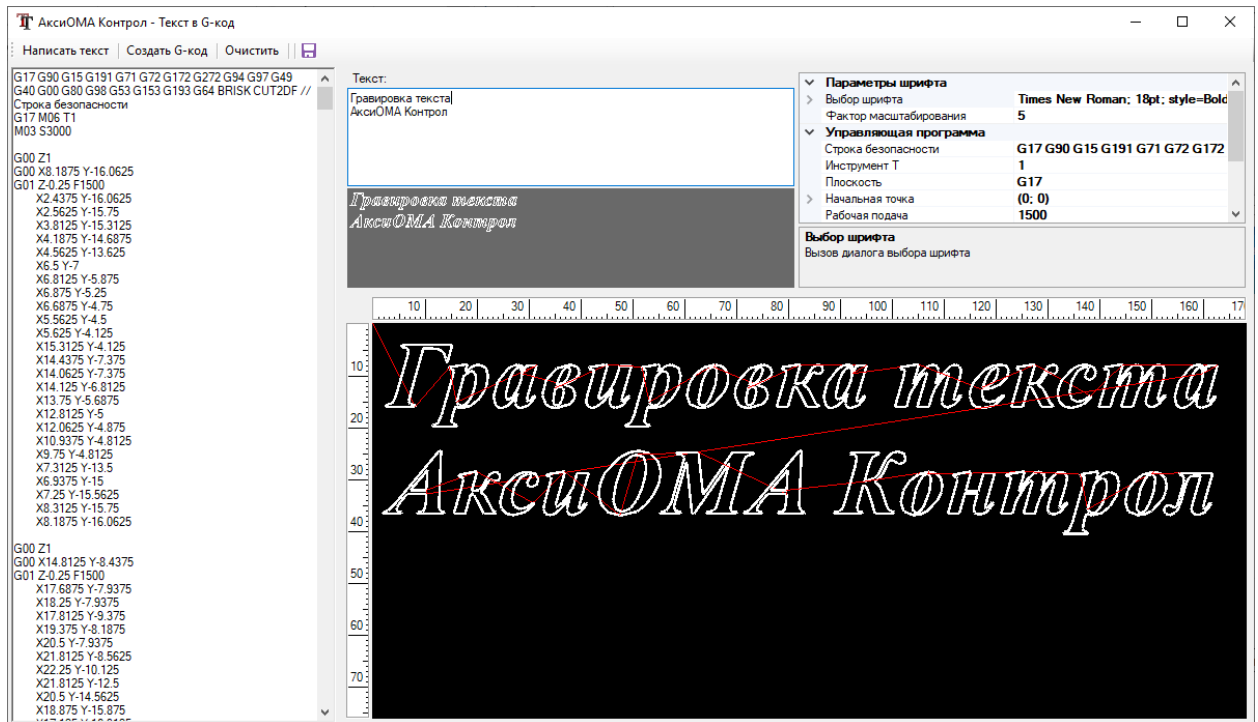

Рисунок 10 – Утилита гравировки
- S5 – вызов (в отдельном окне) утилиты гравировки (Рисунок 10).